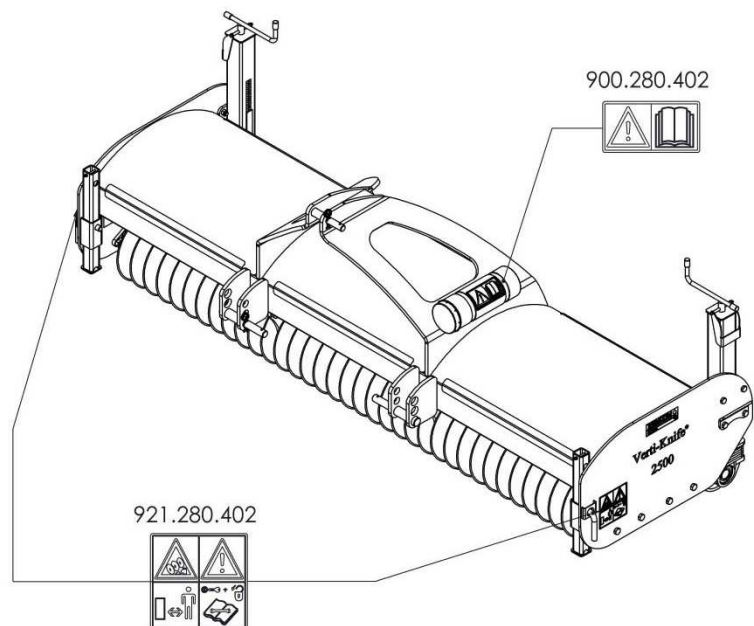

Fig. 5
På båda sidor av Verti-Knife® finns ett säkerhetsmärke (Fig. 5) på sidoplattan med samma betydelse. Detta säkerhetsmärke måste alltid vara tydligt synligt och läsbart och måste bytas ut om det är skadat.
(7) Placering av säkerhetsdekaler. (Fig. 5.)